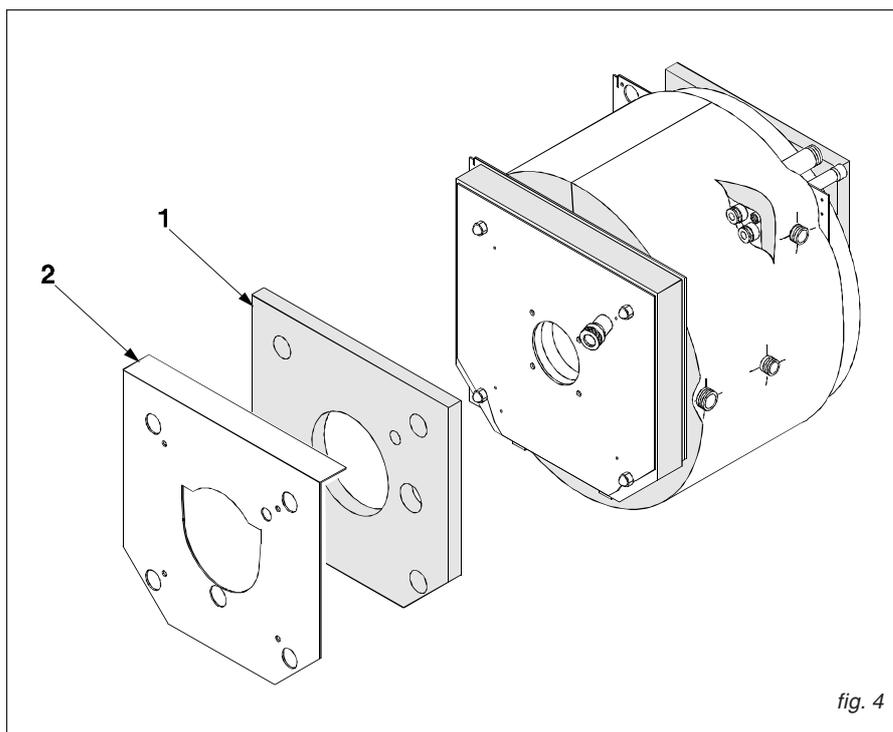

fig. 4
La porta anteriore è isolata da un materassino di lana minerale dello spessore di 30 mm (pos. 1, fig. 4) sostenuto da un pannello in lamiera (pos. 2).